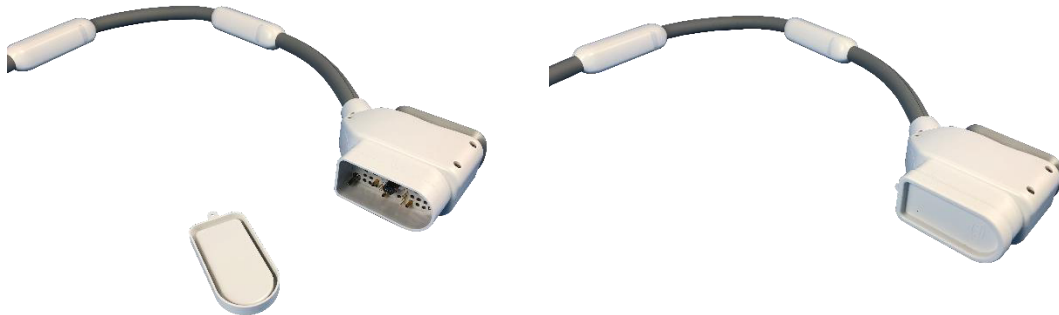

Abbildung C5: Beispiel für das Anbringen der Abdeckung auf dem Spulenanschluss (nur Modelle für GE (Beispiel gezeigt) oder Philips MR-Systeme).
2. Trennen Sie ggf. das Oberteil der Torso-Spule von der Schnittstelle oder dem MR-System. Bringen Sie gegebenenfalls die Abdeckung am Spulenstecker an (s. Abbildung C5).
9. Trennen Sie ggf. die Schnittstelle der Torso-Spule, das Unterteil und das MR-System. Bringen Sie gegebenenfalls die Abdeckung am Spulenstecker an (s. Abbildung C5).
2. Trennen Sie das Oberteil der Torso-Spule von der Schnittstelle oder dem MR-System. Bringen Sie gegebenenfalls die Abdeckung am Spulenstecker an (s. Abbildung C5).